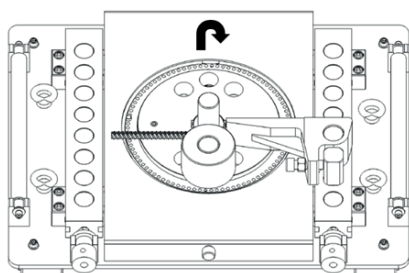

Рис. 4. Подача арматуры справа
- если поворотный диск вращается по часовой стрелке, упор устанавливается справа (см. рис. 4);
- установите переключатель фаз (K5) (при наличии) в требуемое положение. При подаче арматуры справа (см. рис. 4), переключатель устанавливается в положение 1 (по часовой стрелке). В моделях ВРК Г-40 и ВРК Г-42 фазы питания двигателя переподключаются вручную;